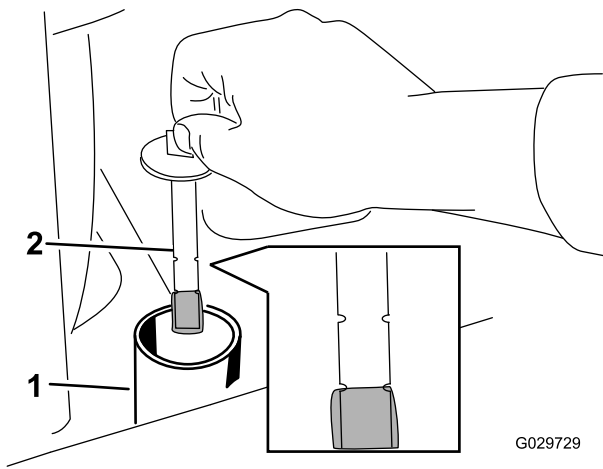

Рисунок 57
4. Снимите крышку гидравлического бака и извлеките погружной щуп (Рисунок 57).